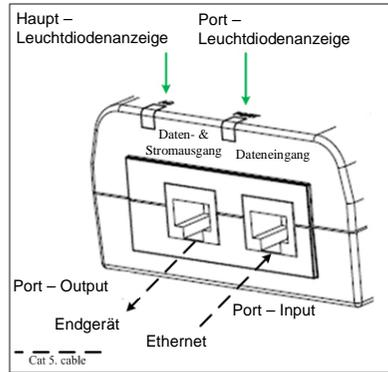

Abbildung 3: EEPoE Midspan Ports
- Verbinden Sie die "DATENEINGANGS-" Buchse (Input) mit dem Patch Panel des Schalters des entfernten Ethernet – Netzwerks und die "DATEN- & STROMAUSGANGS-" Buchse (Output) mit dem Endgerät (siehe Abbildung 3).